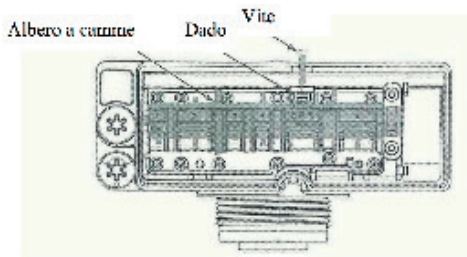

Figura 1
2. Inserire il dado nell'apposito alloggiamento della piastra al di sopra del clapet di bypass (vedi "Figura 1").